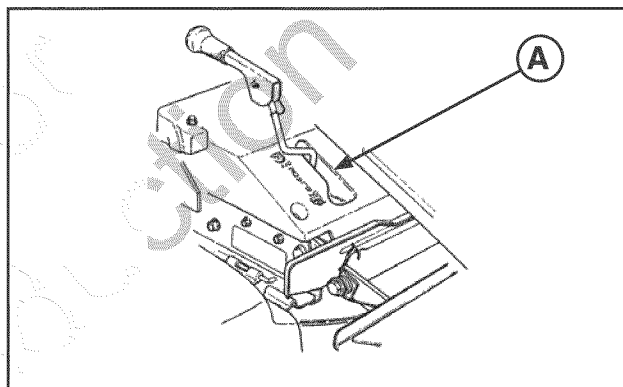

FIGURA 5
2. Cerciórese de que la palanca de la cuchilla (A, Figura 5) esté en la posición desacoplada (OFF).